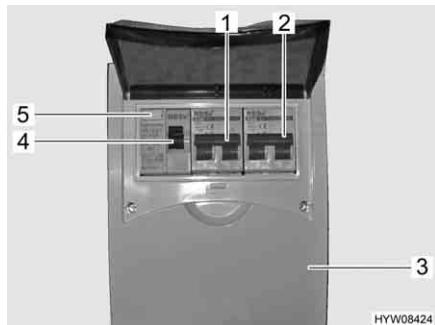

Fig. 60 Scatola dei fusibili a 230 V con interruttore di sicurezza e interruttore automatico FI
Un interruttore di sicurezza per correnti di guasto (interruttore automatico FI) (Fig. 60,4) nella scatola dei fusibili (Fig. 60,3) protegge l'intero veicolo da correnti di guasto (0,03 A).
L'interruttore di sicurezza collegato in serie (10 A) (Fig. 60,1) protegge le prese da 230 V, la centralina elettrica, il caricabatteria supplementare e il frigorifero.
Per veicoli con accessori opzionali, p. es. l'impianto di climatizzazione a tetto, un ulteriore interruttore di sicurezza (16 A) (Fig. 60,2) protegge l'apparecchio. La scatola dei fusibili si trova vicino al collegamento a 230 V.
- Se il veicolo è collegato all'alimentazione a 230 V, premere il tasto di controllo (Fig. 60,5). L'interruttore di sicurezza per correnti di guasto (FI) deve scattare.